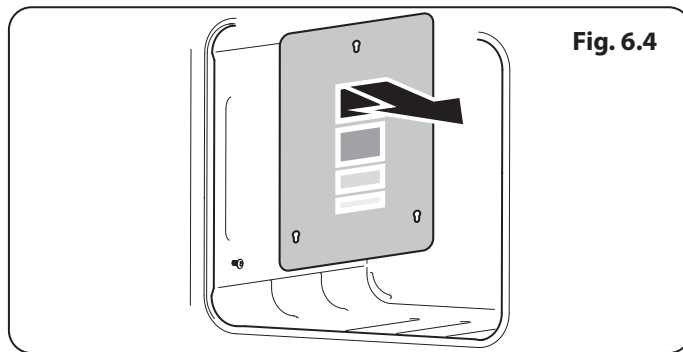
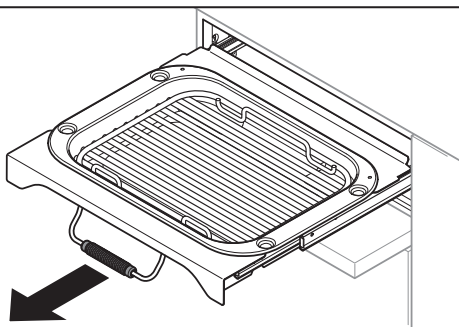

Fig. 6.5
Fig. 6.6
1. Para sacar la asadera, jale el conjunto de la charola hacia adelante (**Fig. 6.5**) y luego levante la asadera sin el conjunto de la charola de la asadera (**Fig. 6.6**)